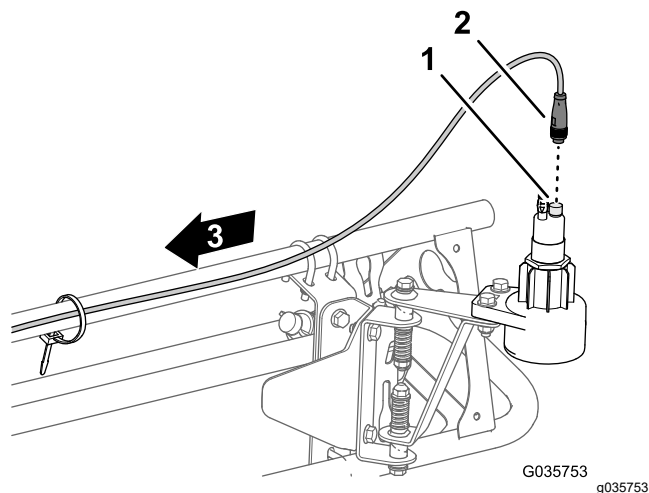

Figure 23
1. Branchez le connecteur à 4 douilles du faisceau du capteur au connecteur à 4 broches du capteur (Figure 23).